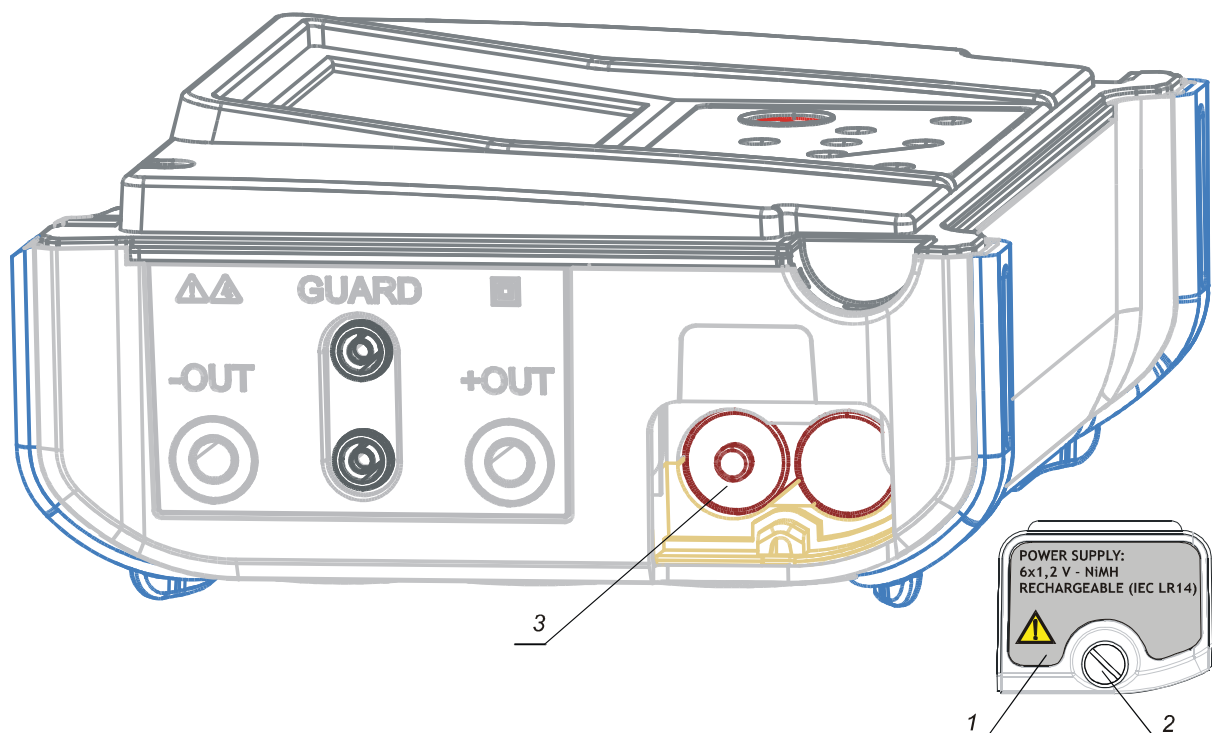

Fig. 32. Korrekt polaritet af indsatte batterier
Battericeller opbevares i bunden af instrumentet bag batteridækslet, se **Fig. 32** på næste side. Når batterier indsættes første gang, vær særligt opmærksom på følgende:
3. **Indsæt batterierne korrekt, se Fig. 32, ellers fungerer instrumentet ikke!**
Fuld opladte batterier kan forsyne instrumentet i ca. 4 timer (ved 5kV test). Har batterierne været ubrugt i en længere periode, tager det normalt 3 ladecykler med fuld op- og afladning før batterierne opnår deres fulde kapacitet igen. Battericeller opbevares i bunden af instrumentet bag batteridækslet se **Fig. 32**. Hvis batterierne bliver defekte, vær da særlig opmærksom på følgende:
4. Indsæt batterier korrekt se Fig. 32, ellers virker instrumentet ikke og batterier kan aflade!
Nominel forsyning er 7,2 VDC. Anvend seks stk. NiMh celler, størrelse IEC LR24 (diameter= 26mm, længde 46mm). Se Fig. 32 for korrekt polaritet af batterier.